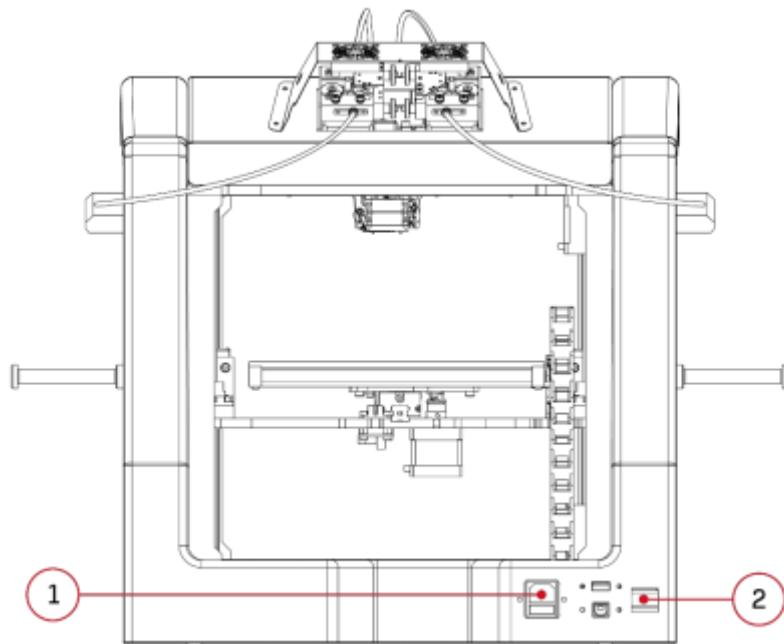

Рис. 36 Вид принтера сзади: 1. Разъем питания | 2. Выключатель принтера
3. Поместить принтер на ровную и устойчивую поверхность и подключить его к источнику питания с помощью шнура питания. Разъем питания расположен на задней стороне принтера (рис. 36).
4. Для включения принтера следует нажать кнопку ON/OFF на правой стороне задней панели (рис. 36). Загорится подсветка рабочего поля, включится дисплей принтера. Когда отобразится главное меню принтера, он будет готов к работе.